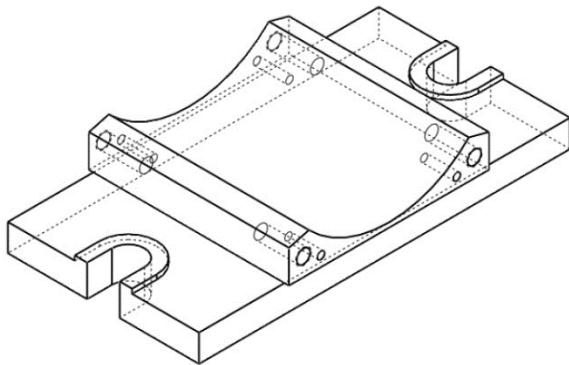

Рисунок 8.18 – Модель після створення всіх екземплярів простого отвору
7. Створіть простий отвір діаметром 3 мм за допомогою інструмента **Simple Hole**, як показано на рисунку 8.17. Потім створіть три екземпляри цього отвору за допомогою інструмента **Mirror** (рис. 8.18).